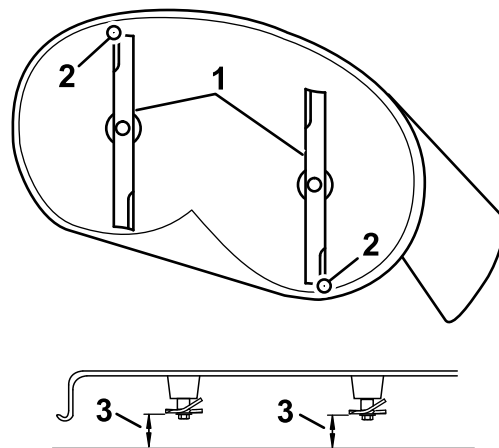

Рисунок 66
4. Осторожно поверните ножи так, чтобы они были расположены в продольном направлении (Рисунок 66).
5. Измерьте расстояние от конца переднего ножа до плоской поверхности и от конца заднего ножа до плоской поверхности (Рисунок 66).